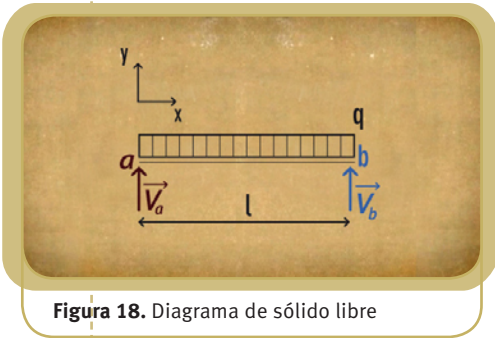

Figura 18. Diagrama de sólido libre
- a. Dibujamos el diagrama de sólido libre (figura 18).